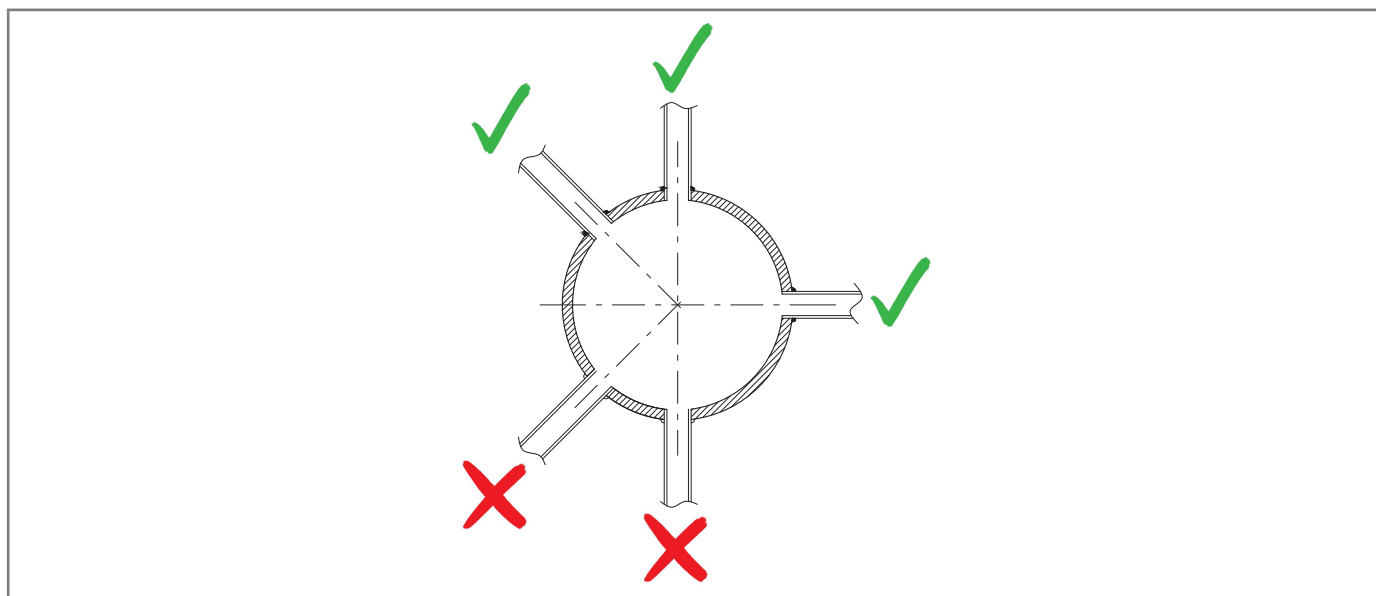

Fig. 6.9. Attacchi saldati della connessione pneumatica
- gli attacchi della connessione pneumatica siano sempre saldati sulla parte superiore o a max 90° sull'asse della connessione stessa (fare riferimento alla Fig. 6.9);